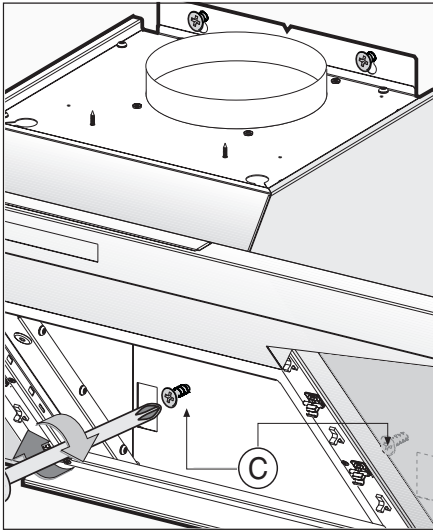

Fig. 8
- När justeringen är klar ska spiskåpan fästas definitivt med de 2 skruvarna **C** (Fig.8).